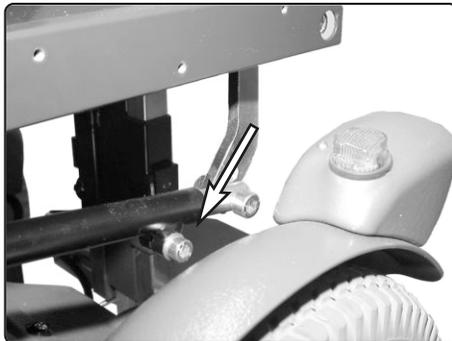

Abb. 30: Manuelle Verstellung der Beinstützen
2. Wenn Ihr Sitz mit manuell verstellbaren Beinstützen ausgestattet ist, können Sie den Winkel anhand der Schraube verstellen (Abb. 30).